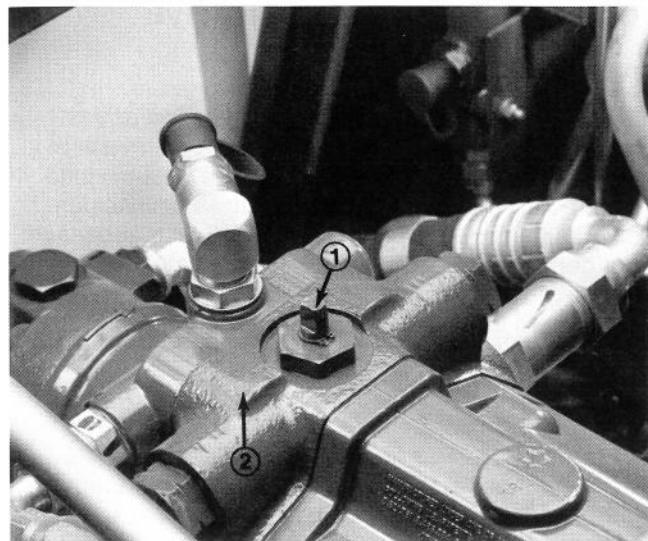

Fig. 20
1. Alzare il sedile e rimuovere il pannello anteriore. Girare di 90° la valvola di Bypass (Fig. 20). Aprendo la valvola si apre un passaggio all'interno della pompa di trazione, bypassando l'olio idraulico. Poiché l'olio è stato bypassato, si può spostare il trattorino senza danneggiarne l'impianto idraulico.